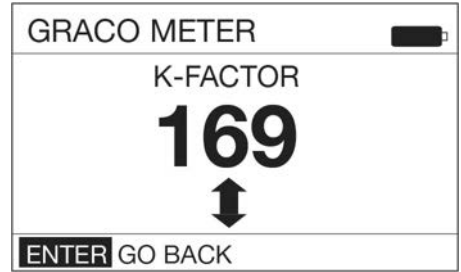

FIG. 30
10. Noter que le facteur K actuel s'affiche. Dans l'exemple illustré sur la FIG. 30 le facteur K est 169.